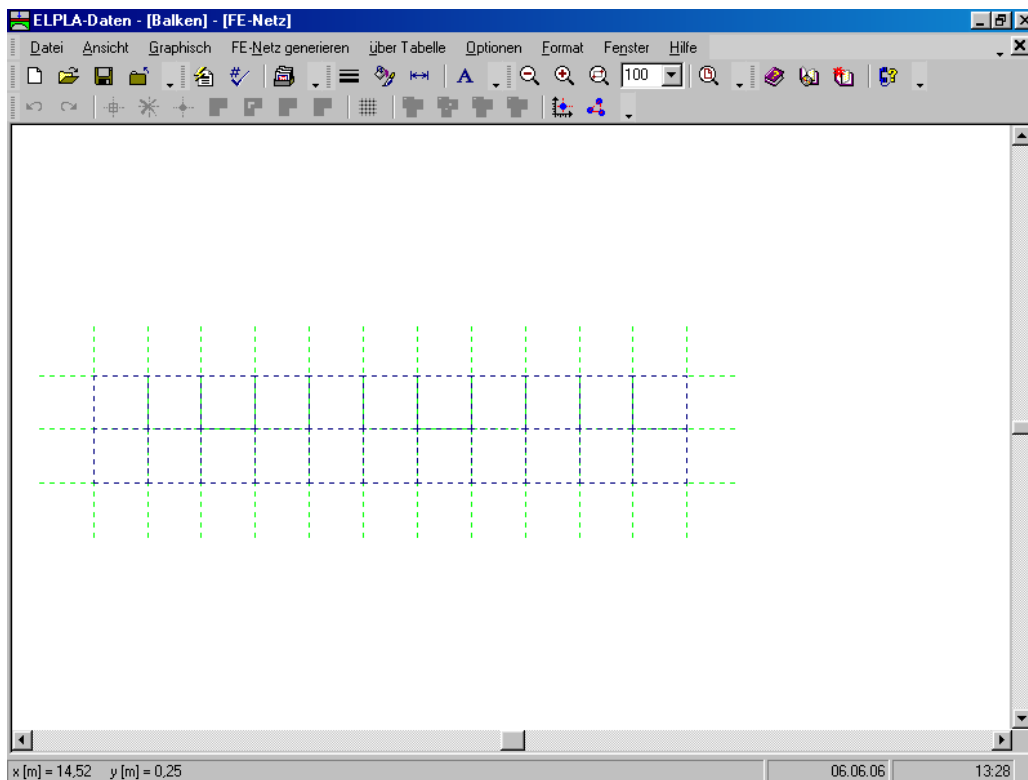

Bild 8-10 Imaginäres Netz einer rechteckigen Fläche auf dem Bildschirm
*ELPLA* generiert ein imaginäres FE-Netz für eine rechteckige Fläche von  $L = 11$  [m] Länge und  $B = 2$  [m] Breite mit viereckigen Elementen von 1.0 [m] Seitenlänge. Im Bild 8-10 erscheint dann das generierte imaginäre Netz.